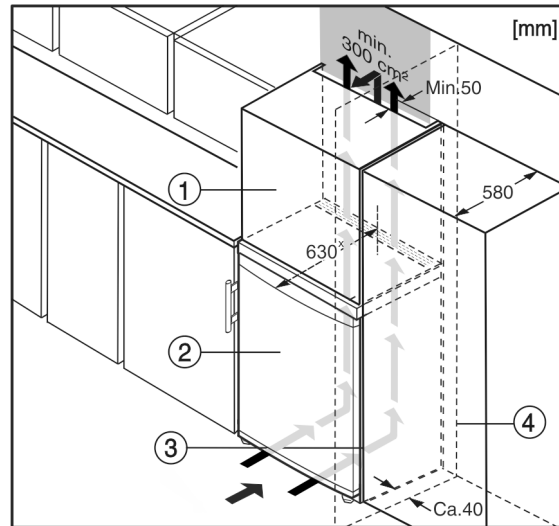

Fig. 10
- (1) Opbouwkast*
- (2) Apparaat*
- (3) Keukenkast*
- (4) Wand*
Het apparaat kan in keukenkasten worden ingebouwd. Om het apparaat Fig. 10 (2) aan de hoogte van het keukenblok aan te passen, kan boven het apparaat een opzetkast Fig. 10 (1) worden aangebracht.
Bij een ombouw met keukenkasten (diepte max. 580 mm) kan het apparaat direct naast de keukenkast Fig. 10 (3) worden geplaatst. Het apparaat steekt aan de zijkant 34 mm * en in het midden 50 mm * uit ten opzichte van het keukenkastfront.*
Plaats u het apparaat met de scharnierkant naast een muur Fig. 10 (4), dan moet de afstand tussen apparaat en muur minstens 40 mm bedragen. Dit in verband met het uitsteken van de deurgreep bij een geopende deur.*